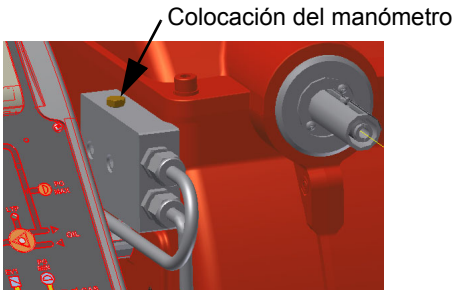

Fig. 8
- La presión de alimentación de la boquilla ya es previamente calibrada en fábrica y no debe ser modificada. Sólo si fuera necesa-rio, regular la presión de alimentación (véase apartado correspondiente) de la siguiente manera: colocar un manómetro en la posición indicada en Fig. 8 intervenir en el tornillo de regulación **VR** de la bomba (véase Fig. 7) hasta obtener una presión en la boquilla igual a 20 bar (boquillas Monarch o boquillas Bergonzo – véanse gráficos en pag. 40-34)